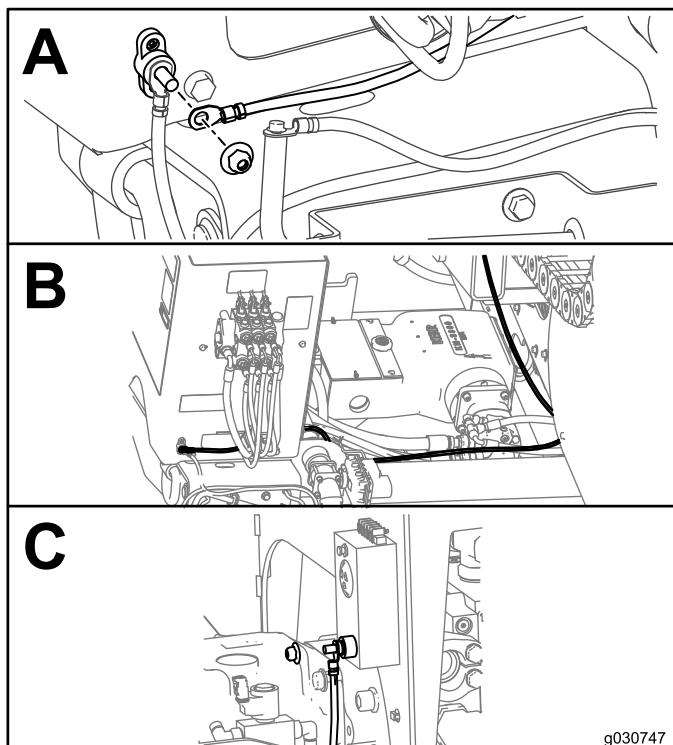

Figura 8
3. Conecte o cabo do Zap-Alert ao bloco de junção com uma porca flangeada (3/8"), como mostrado na Caixa A da Figura 8.
4. Encaminhe o cabo do Zap-Alert, como mostrado na Caixa B da Figura 8.
5. Ligue o cabo do Zap-Alert à máquina com uma porca flangeada (3/8"), como mostrado na Caixa C da Figura 8.